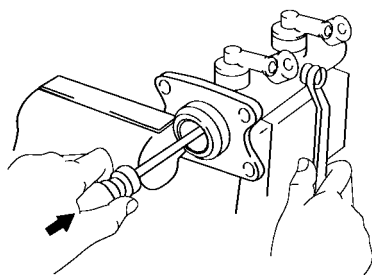

图 15-22 拆下活塞限位螺栓
(2) 拆下活塞限位螺栓。使用螺钉旋具将活塞推到底，并拆下活塞限位螺栓，如图 15-22 所示。